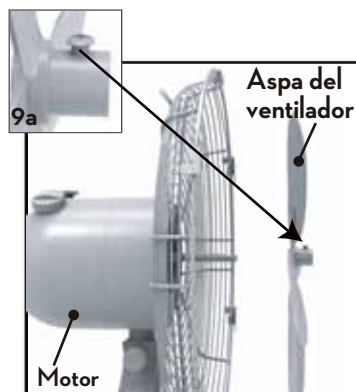

Figura 9
4. Afloje el tornillo situado en la parte delantera del conjunto de aspas. Figura 9a. Deslice el conjunto de las aspas en el eje del motor. Figura 9.